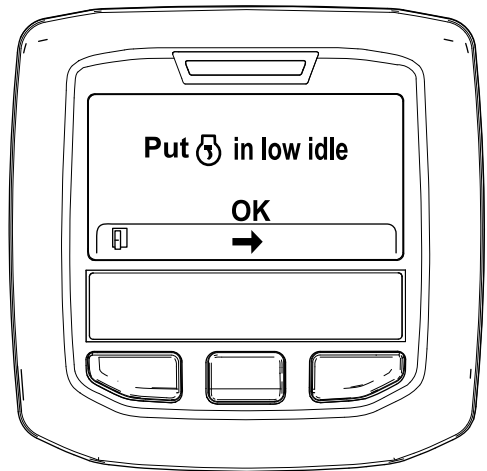

図 34
6. スロットルコントロールを低速アイドル位置にセットして、中央ボタンを押す 図 34。